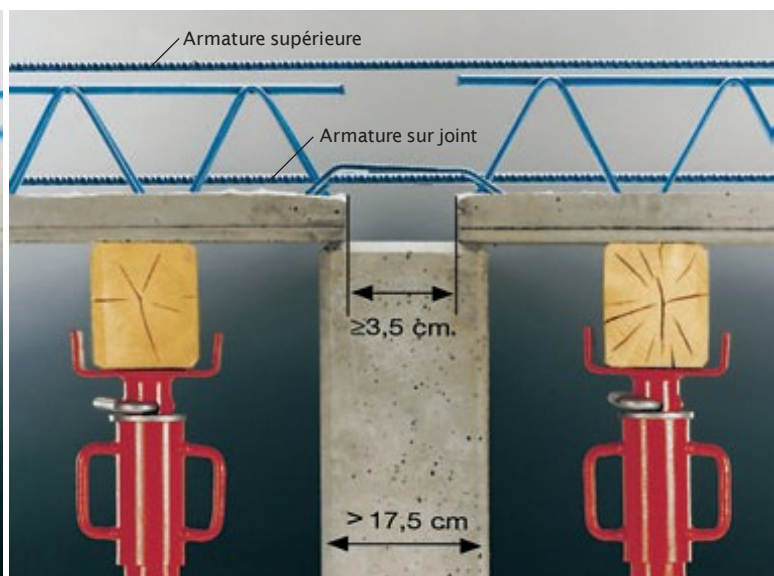

Fig. 4 : prédalle sur un mur de refend $>17,5$ cm
2. Si l'arase du support est plus basse de 2 à 4 cm que la face inférieure de la prédalle, il faut, après la pose de la prédalle, coffrer et remplir de béton, par vibration minutieuse lors du bétonnage, l'espace entre le support et la prédalle. Un étaieiment de rive est nécessaires. Sur un appui intermédiaire, un espacement de 3,5 cm au moins entre les prédalles doit être respecté (fig. 4 et 5).